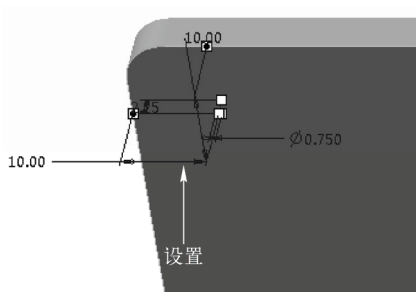

图 6-92 设置参数一
STEP 04 在绘图区合适的平面上单击鼠标左键，放置孔，在绘图区中拖动控点至合适的边线，并设置偏移距离值为“10”，如图 6-92 所示。